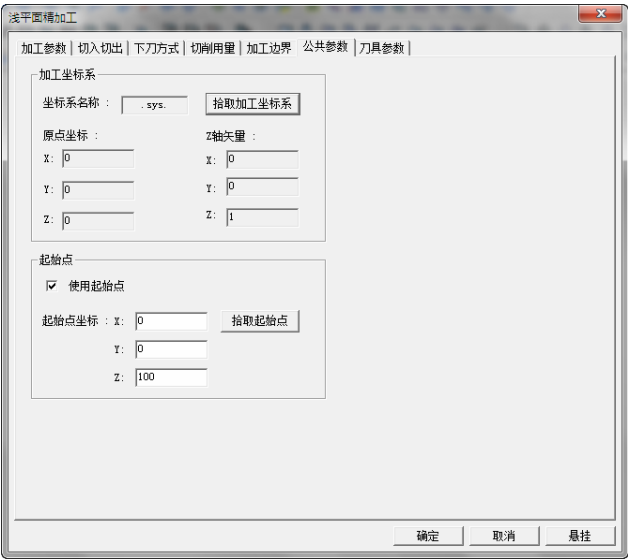

图 8-186 “公共参数”选项卡
6) 单击“公共参数”选项卡，勾选“使用起始点”，具体参数数值按照系统默认设置即可，如图 8-186 所示。